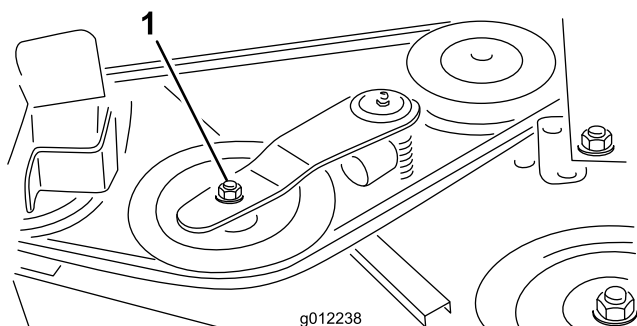
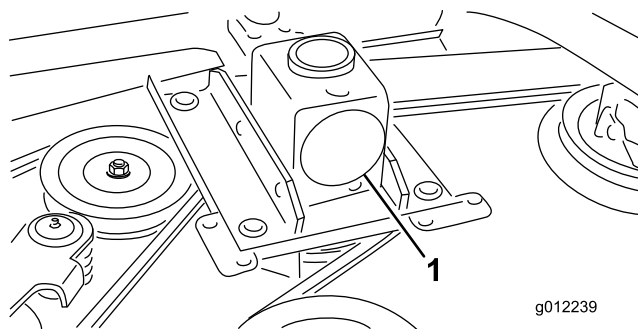

Figura 35
Figura 36
2. Utilizando uma chave de aperto ou ferramenta semelhante, afaste a polia intermédia (Figura 35) da correia da transmissão para libertar a tensão da correia e permitir que esta saia das polias da caixa de engrenagens (Figura 36).